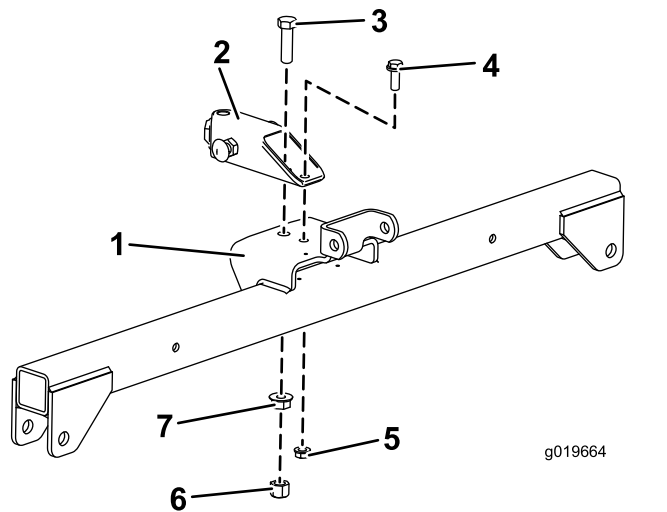

図 4
2. ハンガーアセンブリ図 4の前穴に、トングチューブを仮止めするボルト $\frac{1}{2}$ x $1\frac{3}{4}$ インチ1本、フランジヘッドナット $\frac{1}{2}$ インチ1本、六角ナット $\frac{1}{2}$ インチ1個を使用する。